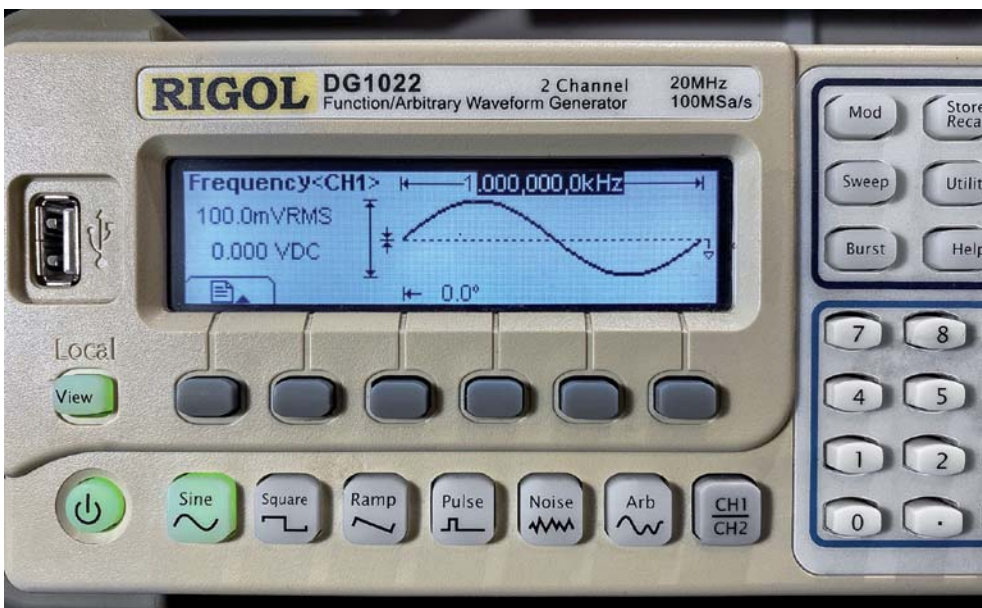

Bild 5: Signalgenerator zur Erzeugung des Testtons
- e) Stellen Sie einen Signalgenerator so ein, dass eine 1-kHz-Sinuswelle mit 100 mVRMS erzeugt wird (Bild 5). Dies ist das Eingangssignal, das Sie an die Drähte weiterleiten, die aus dem DIN-Stecker herausragen (Signal an Pin 3, Masse an Stift 2).